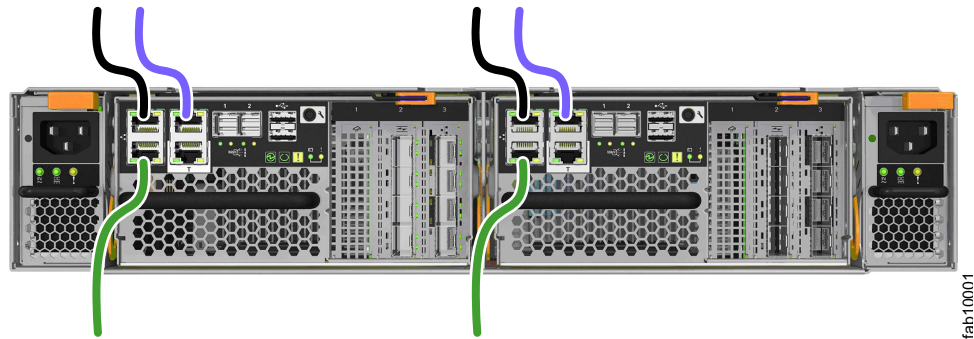

図 129. イーサネット・ケーブルの接続
1. システム内の各ノード・キャニスターのイーサネット・ポート 1 を、システム管理インターフェースへの接続を行う IP ネットワークに接続します (150 ページの図 129 を参照)。このポートは、ネットワーク上のホストによるシステムへの iSCSI 接続にも使用できます。システム内に複数のコントロール・エンクロージャーが存在する場合は、構成ノードに障害が起きたときにアクセスでき
2. オプションとして、システム内の各ノード・キャニスターのイーサネット・ポート 2 を、システム管理インターフェースとの冗長接続を提供する 2 番目の IP ネットワークに接続します (図 129 の薄い色のケーブル接続を参照)。このポートは、ネットワーク上のホストによるシステムへの iSCSI 接続にも使用できます。システム内に複数のコントロール・エンクロージャーがある場合、構成ノードに障害が起きたときにアクセスできるように、すべてのノード・キャニスターのポート 2 を必ず同一ネットワークに接続するようにしてください。